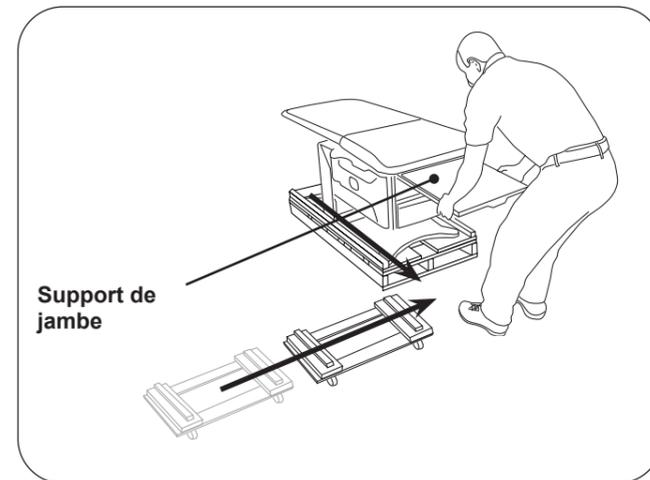

Figure 16. Table coulissante hors de la palette
12. Utilisez le support pour jambes pour faire glisser partiellement la table hors de la palette. Arrêtez-vous lorsqu'il y a suffisamment de place pour placer un diable sous la DESCENDRE de la table. Terminez de tirer la table sur le diable (Figure 16).